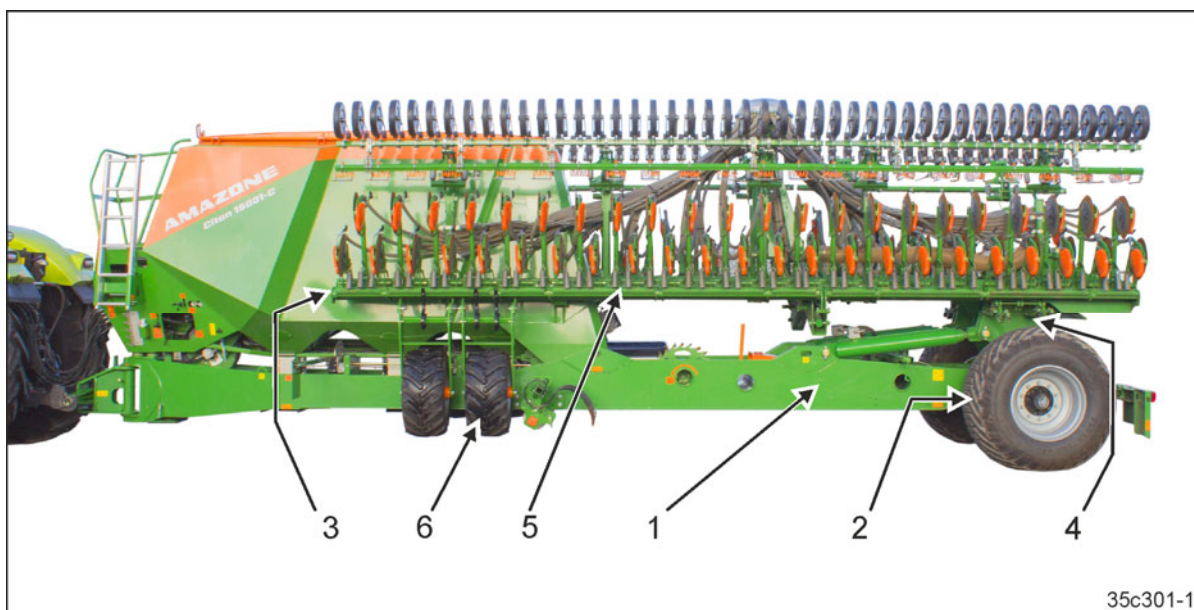

Fig. 38
- un cadru principal (Fig. 38/1) cu șasiu (Fig. 38/2) și buncăr de alimentare (Fig. 38/3).
- un cadru spate rabatabil (Fig. 38/4)
- două brațe în consolă rabatabile închise pentru transport (Fig. 38/5)
- roți de sprijin pentru brațele în consolă ale mașinii (Fig. 38/6).